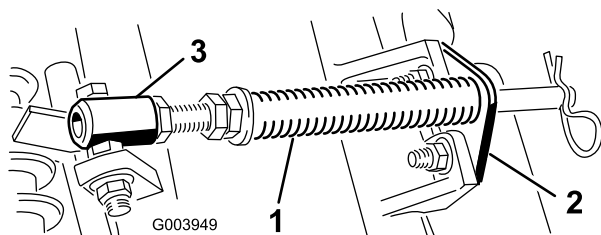

图 4
- A. 拆下把杆支架固定到滚刀组凸耳上的 2 个车身螺栓和螺母 (图 4)。
- B. 拆下将弹簧套管栓固定到承载架凸耳 (图 4) 上的凸缘螺母拆下组件。
注意 将螺栓头朝向凸耳外侧如 图 4 所示。